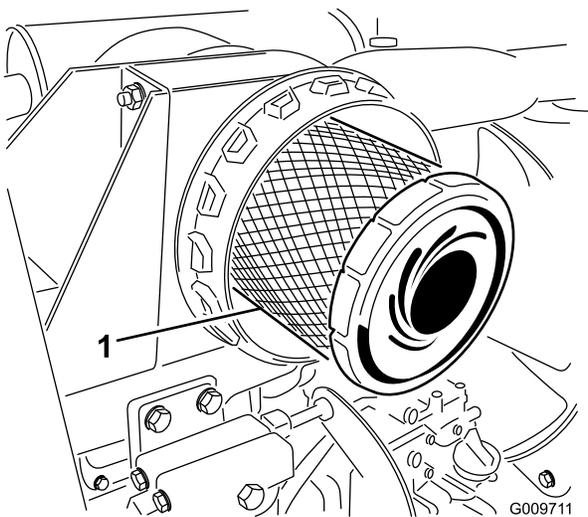

Bild 56
4. Entfernen und wechseln Sie den Hauptfilter aus (Bild 56).